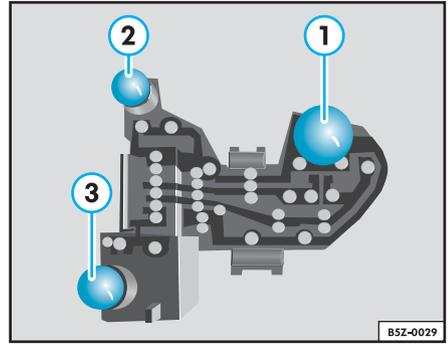

Fig. 191 Lámparas del conjunto de las luces traseras
El acceso a las luces traseras se realiza a través del baúl, retirándose la tapa de acceso en el revestimiento del baúl. Le recomendamos que, en caso de duda, solicite la sustitución de la lámpara en un servicio de asistencia técnica especializada Volkswagen®. La localización y la identificación de las lámparas están relacionadas abajo ⇒ fig. 191:
- Presione la lámpara averiada en el conector ① ⇒ fig. 191 y gírela, al mismo tiempo, a la izquierda para sacarla.
- Presione la lámpara averiada en el conector ③ ⇒ Página 239, fig. 191 y gírela, al mismo tiempo, a la izquierda para sacarla.
- Presione la lámpara averiada en el conector ② ⇒ Página 239, fig. 191 y gírela, al mismo tiempo, a la izquierda para sacarla.